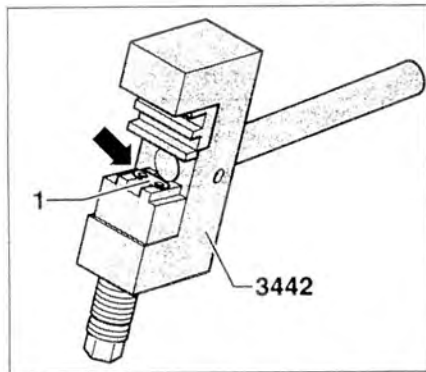

Рис. 2.32. Вставьте новую наружную накладку 1 в заклепочный инструмент 3442 (стрелка).
19. Вставьте новую наружную накладку 1 в заклепочный инструмент 3442 (стрелка) (рис. 2.32).